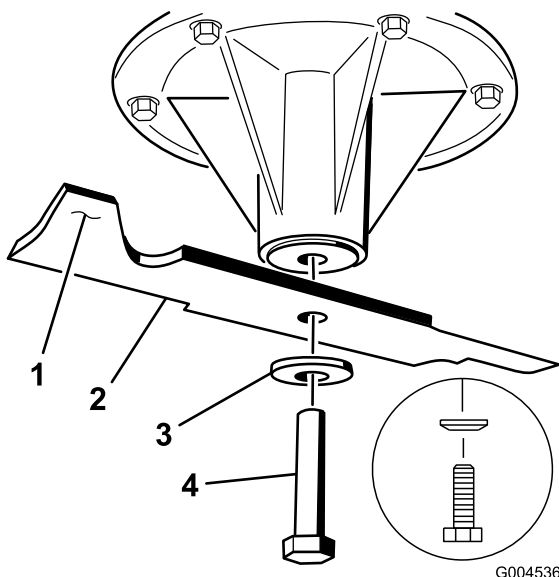

Figure 7
2. Montez les lames neuves sur les axes avec les rondelles et les boulons retirés précédemment (Figure 6 ou Figure 7).
4. Pour les tondeuses GrandStand et les tondeuses à plateau flottant, serrez le boulon de lame à un couple de 115 à 150 Nm (Figure 7).